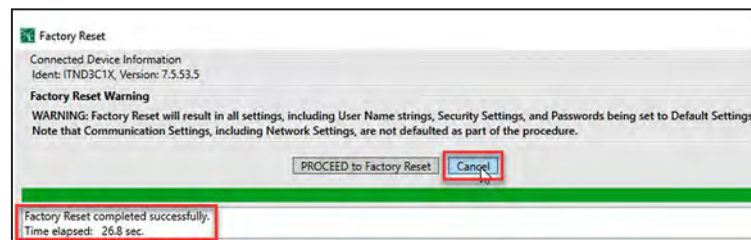

Figura 128. Mensagem informando que o Rearme de Fábrica foi concluído com sucesso.
**PASSO 6.** Quando o procedimento de **Rearme de Fábrica** estiver concluído, clique no botão **Cancel** para concluir o procedimento. Ver Figura 128.